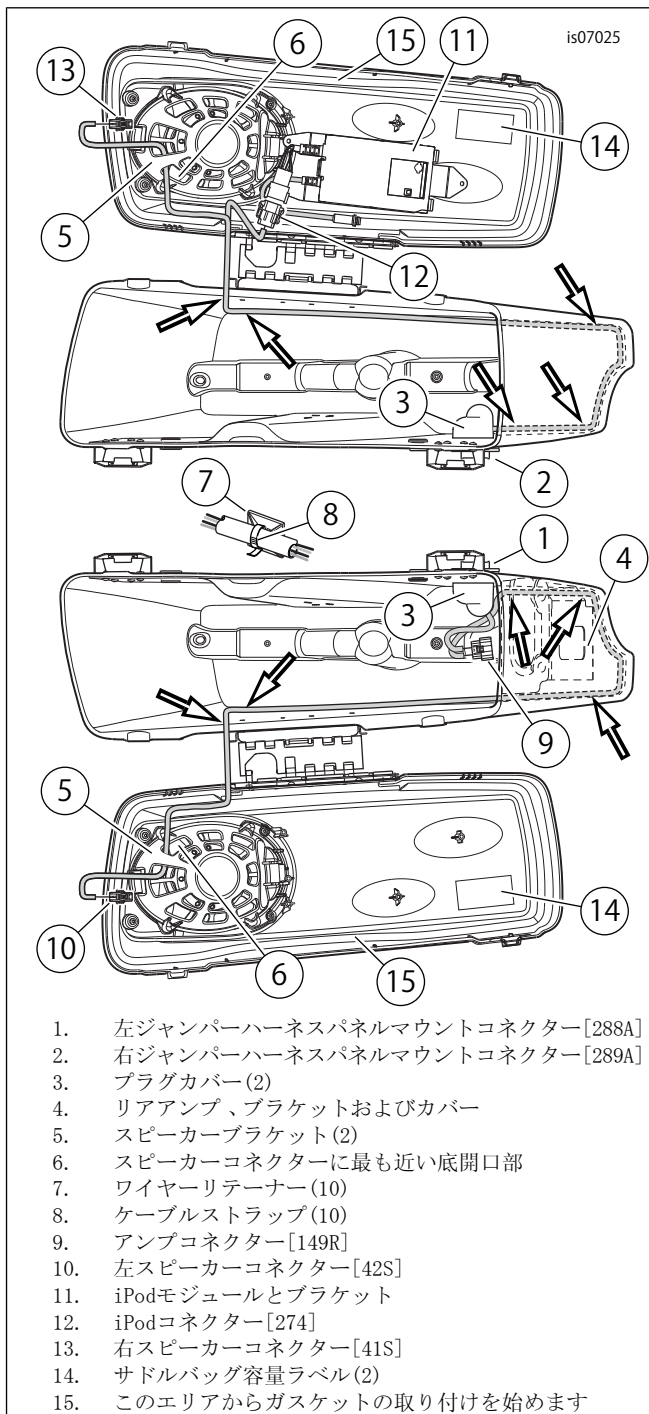

図8. サドルバッグ内のハーネスの取り回り
- ・ ヒンジの反対側、リッドのインボード側中央にガスケットの取り付けを始めます(「図8」、アイテム15を参照)。
3. 「図8」を参照してください。サドルバッグの内部からプラグカバー(3)をパネルマウントコネクタ(1)とジャンパーハーネスの上に取り付けます。スクリュー2本を、コネクタフランジとサドルバッグ壁からプラグカバーのねじ山穴に挿入します。3.95-4.52 N·m(35-40 in-lbs)のトルク値で締め付けます。
- ・ 「図8」を参照してください。ハーネスの両方のレッグを下方に取り回し、次にアウトボード壁周辺で後方に、そしてサドルバッグリッドに対してサドルバッグリッドテザー正面で上方に通します。